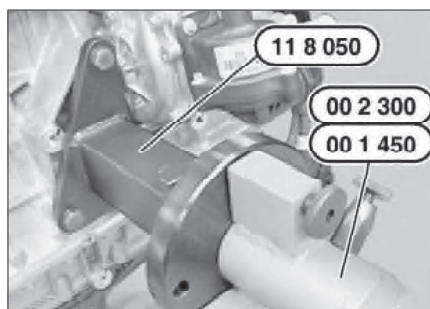

Рис. 5.32. Сборочный стенд
- Используя стандартные болты кронштейна (M10), закрепить на блоке цилиндров приспособление «11.8.050» (рис. 5.32).
линдров приспособление «11.8.050» (рис. 5.32).